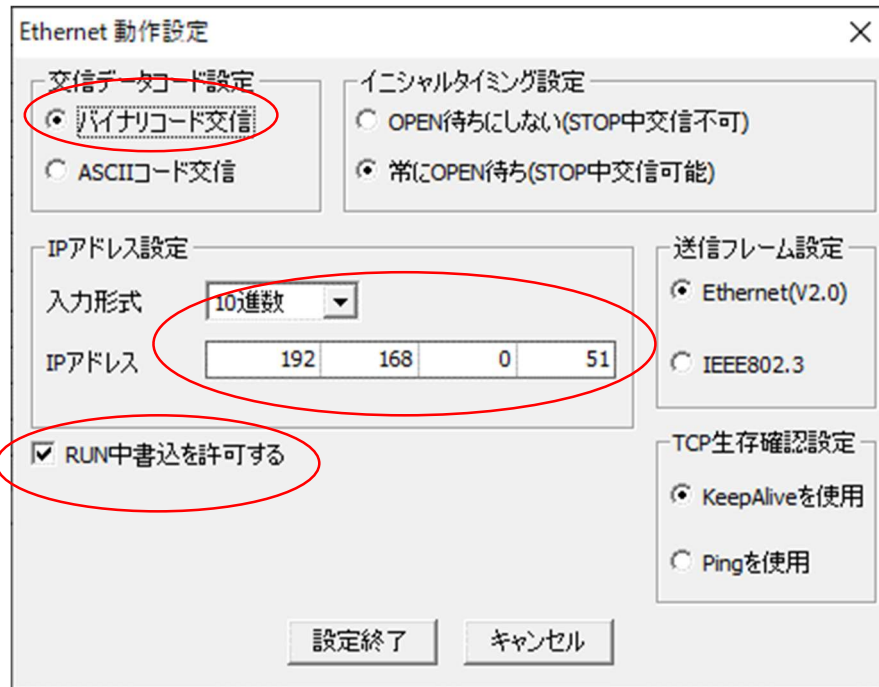

図 3-25
③前項の画面で、[動作設定]のボタンをクリックし、表示された「Ethernet 動作設定」の画面で、IP アドレス、通信データコード設定、[RUN 中書込を許可する]を設定します。(図 3-25)